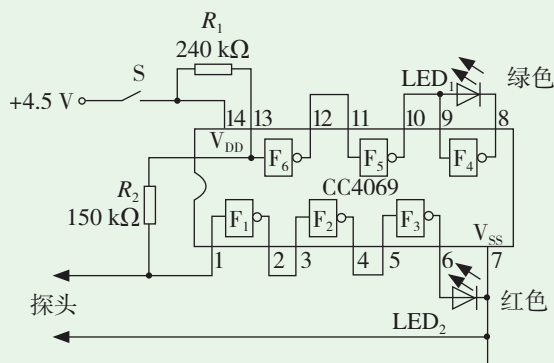

图 3-61 用门电路制作的水质检测仪电路
这里所说的水质主要指水的纯净度，纯净的水电阻很大，有杂质的水电阻很小。实际电路如图3-61所示，电路中 R_1 、 R_2 和探头本身电阻（被测水质电阻）构成一串联分压电路。如果被测水非常纯净（即电阻很大）， F_6 和 F_1 输入都为高电平，通过非门电路逻辑关系可知绿灯亮，红灯不亮，表明水质较好。如果被测水质杂质很多（即电阻很小）， F_6 和 F_1 输入都为低电平，绿灯不亮，
1. 根据如图3-61所示的电路图组装水质探测仪。